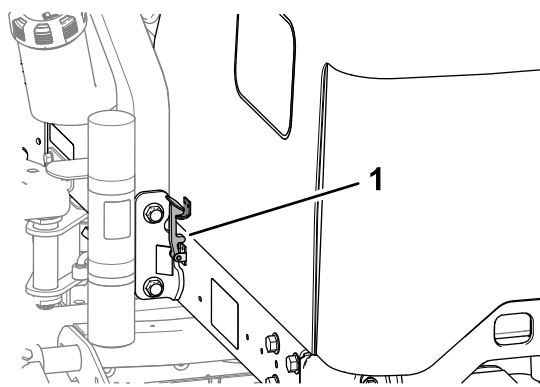

Bild 55
2. Klappen Sie die Motorhaube nach oben und hinten (Bild 55).